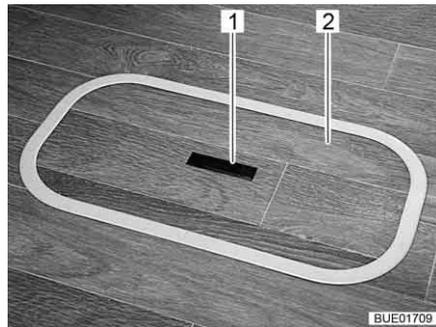
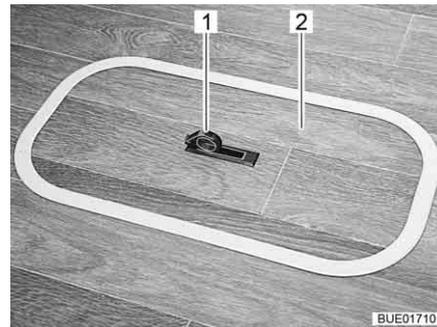

Bild 61 Abdeckung Bodenfach (Griff versenkt)
Bild 62 Abdeckung Bodenfach (Griff herausgeschwenkt)
- Auf einer Seite die Griffplatte (Bild 61,1) nach unten drücken. Der Griff (Bild 62,1) schwenkt nach oben.
- Die Abdeckung (Bild 61,2 bzw. Bild 62,2) nach oben abnehmen.